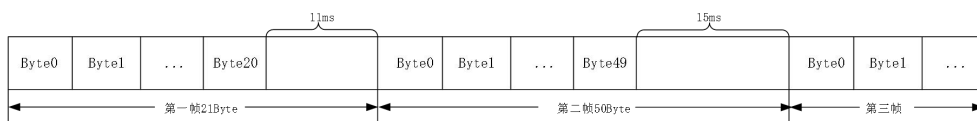

图 5.27 码间超时示意图
- 码间超时：该配置用于串口判断数据是否已接收完成。如图 5.27 所示，当码间超时配置成 10ms，如果串口传输过程中出现空闲超过 10ms 那么串口会把前面已收到数据当做一个分帧。用户需要根据波特率合理配置码间超时时间，避免出现码间超时小于一个码元时间。